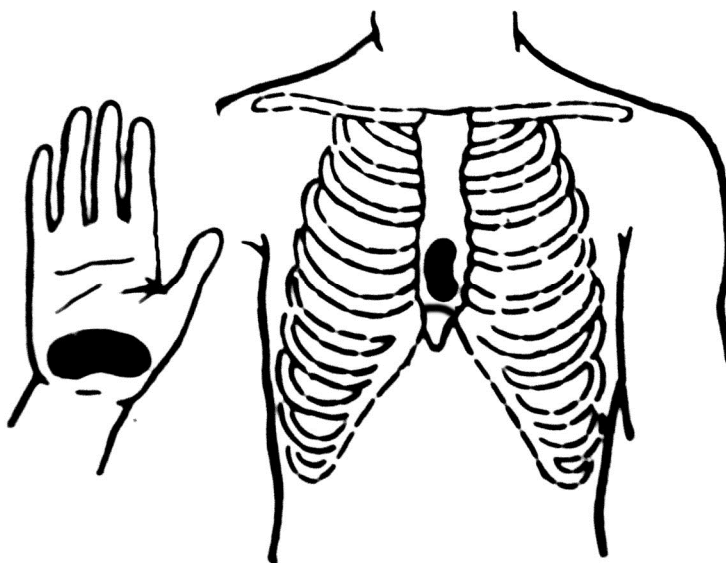

Рисунок 5
- определить точку нажатия, уложить основание ладони одной руки вдоль средней линии тренажера; на 2 поперечных пальца выше основания мечевидного отростка; пальцы приподнять (рисунок 5);